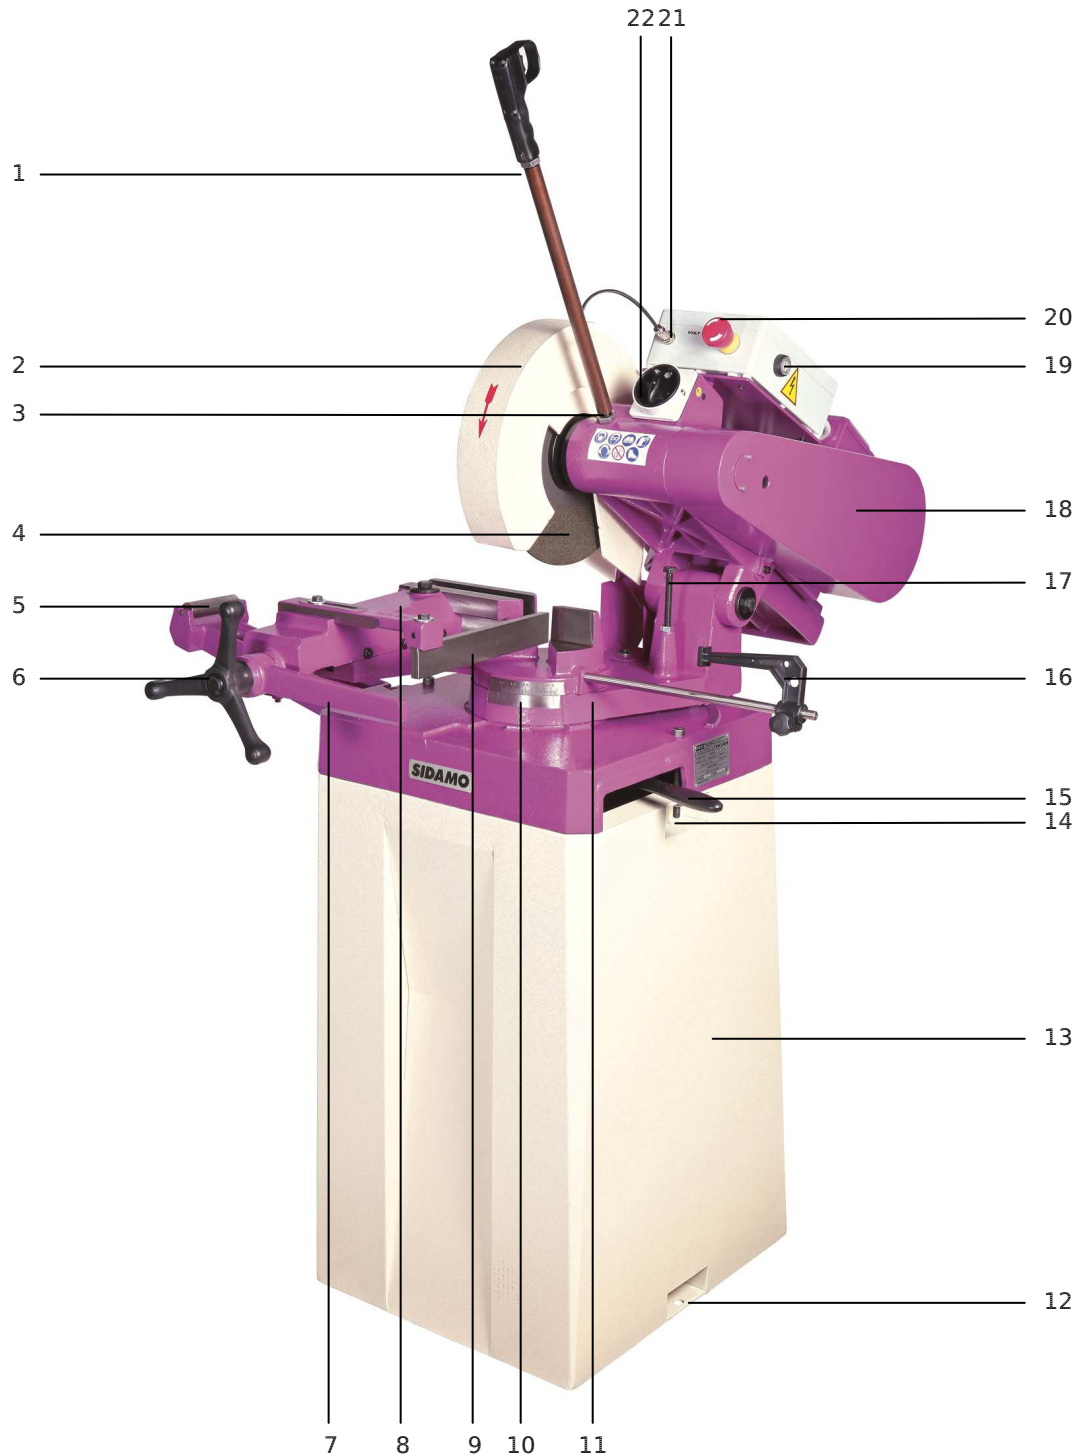

Figure 1
Pour soulever la tronçonneuse, se munir d'une cheville à œillet avec un filetage (M16 - portée maximum 400 kg). La visser dans le trou prévu pour fixer le bras de commande (3 fig.1) (voir figure ci-jointe).
Fixer la machine sur le socle au moyen des boulons de fixation (14 fig.1).
Fixer au sol (12 fig.1) en utilisant les vis appropriées enfoncées dans le béton.
Dans le cas où la machine serait livrée sans son socle, la fixer au moyen des deux trous (14 fig.1) sur une structure appropriée qui soit en mesure de supporter le poids de la machine et d'éviter les déséquilibres éventuels, pendant la mise en service.
- Visser la partie filetée du bras de commande dans le siège pour bras de commande (3 fig.1). Connecter la fiche du microcontact de la poignée à gâchette à la prise se trouvant sur le boîtier électrique (21 fig.1).
- Visser la partie filetée de la butée de coupe (16 fig.1) dans son siège, puis la bloquer.